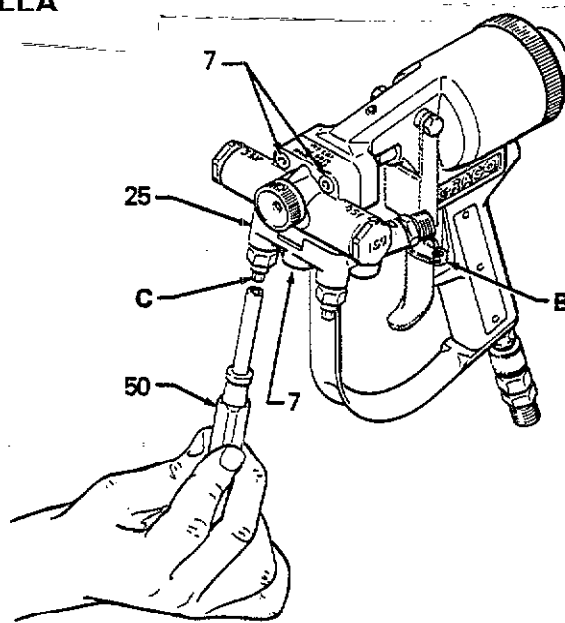

Fig 11
Antes de reemplazar el conjunto aguja/boquilla y antes de toda operación de mantenimiento de cualquier otra pieza de la pistola, seguir el procedimiento siguiente para evitar todo riesgo de daño accidental por inyección. Ver Fig. 11.
4. Desmontar los 2 tornillos (7) del conjunto boquilla con la llave 3/16" (48). Ver Fig. 11. Con el aire aún conectado a la pistola, mantener la pistola con el cuerpo dirigido hacia abajo, y apretar el gatillo rápidamente para separar el conjunto boquilla del cuerpo de la pistola. Desconectar el aire.
Antes de reemplazar el conjunto aguja/boquilla y antes de proceder al desmontaje de cualquier pieza, de la pistola, seguir el procedimiento dado a continuación para evitar toda herida corporal posible por inyección. Ver Fig. 11.
Antes de proceder a toda operación de mantenimiento en la pistola, seguir el siguiente procedimiento para evitar todo riesgo de herida corporal por inyección. Ver Fig.11.